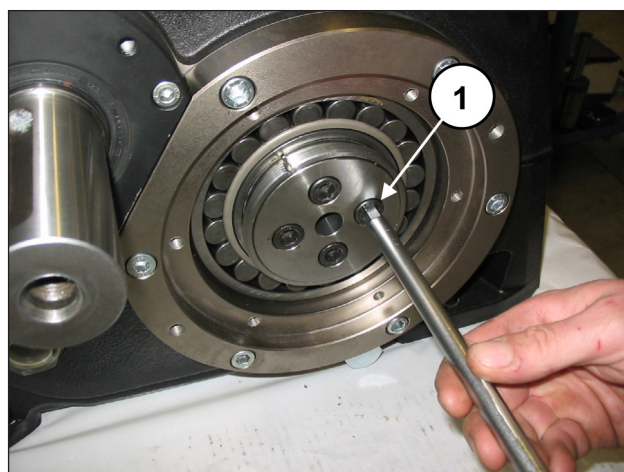

图 88
将衬套锁定法兰拧紧到曲轴，可通过 4+4个M12x25螺丝(位置①，图 88)